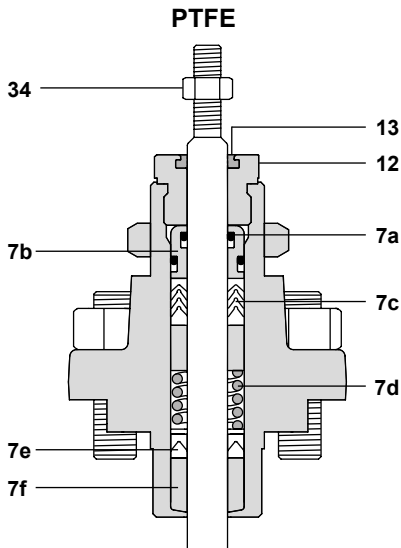
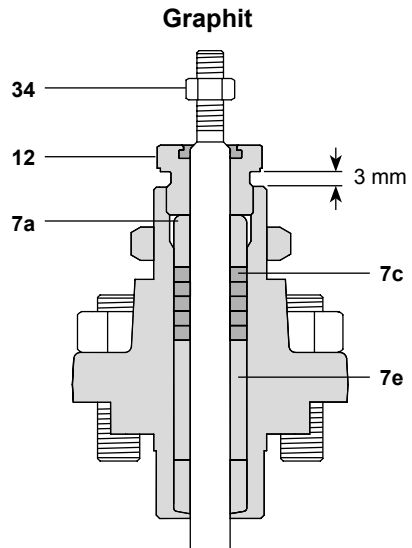

Abb. 18
Abb. 19
5.4 Auswechseln der Graphit-Packung (siehe Abb. 18)
- Kontermutter (34), Stopfbuchsmutter (12) von der Stopfbuchse..Sicherstellen, dass die Nuten sauber und unbeschädigt sind, und durch neue Teile ersetzen.
- Die gesamte Stopfbuchshalterung reinigen und die Komponenten in die richtige Reihenfolge, siehe Abb. 19, einsetzen. **Hinweis** Der untere Abstreifring muss mit der Rundung nach unten eingesetzt werden. Beim Einlegen der Graphitpackungen muss die offene Ringseite jeder Dichtung zur darunter liegenden um 90°versetzt eingesetzt werden.
- Käfig (5) und Ventilsitz (3) herausnehmen.
- Sitzdichtung (4) entfernen und entsorgen.